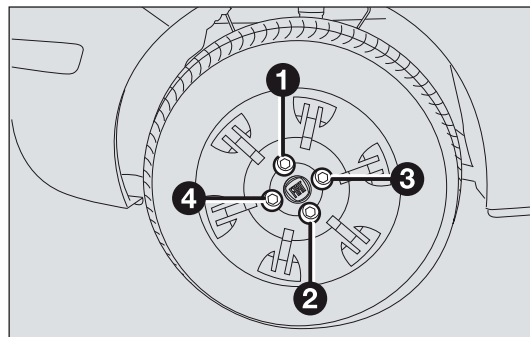

fig. 130
- ☐ stringere a fondo i bulloni, passando alternativamente da un bullone a quello diametralmente opposto, secondo l'ordine illustrato in fig. 130.